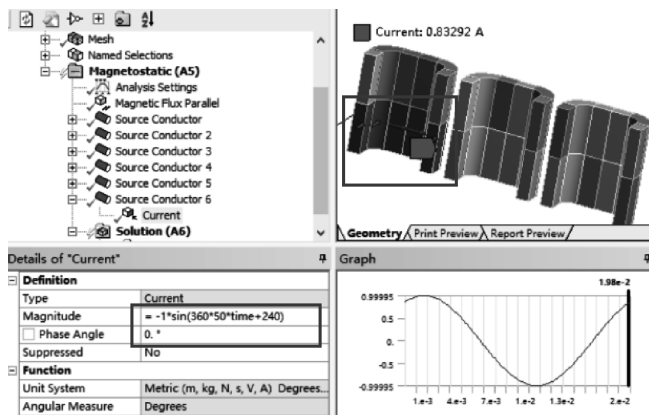

图 10-31 为第三组余下铜线圈施加激励源导体
(10) 在标准工具栏中单击, 然后选择第三组线圈的 307、308、309、310、311、312 模型, 接着在环境工具栏中单击【Source Conductor】→【Details of “Source Conductor6”】→【Definition】→【Conductor Type】= Stranded, 【Number of Turns】输入 5, 【Conducting Area】= 0.001。右键单击【Source Conductor】→【Insert】→【Current】→【Details of “Current”】→【Definition】→【Magnitude】= Function, 继续输入函数 $-1 * \sin(360 * 50 * \text{time} + 240)$, 如图 10-31 所示。然后, 在图形区域单击右键, 从弹出的快捷菜单中选择【Show All Bodies】。